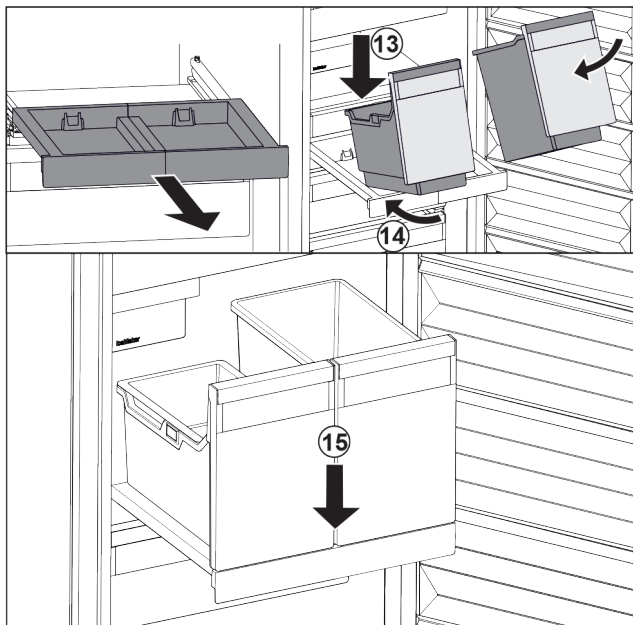

Fig. 200
- Vendosni kutinë pjerrtas mbi raftin me tërheqje. Fig. 200 (13)
- Shtyjeni kutinë brenda pjerrtas për nga prapa. Fig. 200 (14)
- Uleni poshtë kutinë përpara. Fig. 200 (15)